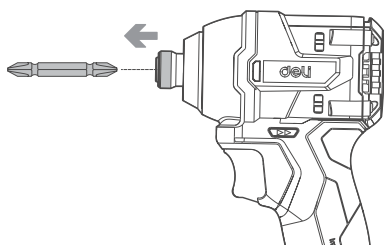

Figura B1
1. Al instalar la punta, tire del manguito en dirección de la flecha e inserte la punta completamente hasta el extremo más profundo del manguito. Luego suelte el manguito para asegurar la punta. (Véase la Figura B1)